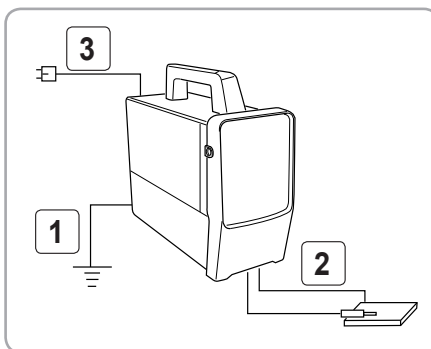

Fig.6
- În spatele mașinii există un șurub pentru legare la pământ, care este marcat corespunzător. Partea exterioară trebuie conectată corect printr-un cablu cu secțiune de 10 mm2. Fig. 6 (1)
- Asigurați-vă că port electrozudul și cablul de legare la pământ (cablurile secundare) sunt bine conectate la fișele mobile, pentru a evita arderea acestora din urmă. Fig. 6 (2)
- După ce ați introdus ștecherul în priză, Fig. 6 (3) asigurați-vă că acestea au fost cuplate corect; în caz contrar acestea se vor supraîncălzi dacă se lucrează cu ele o perioadă mai lungă de timp și dacă valorile curentului sunt ridicate. Acest lucru este foarte important.